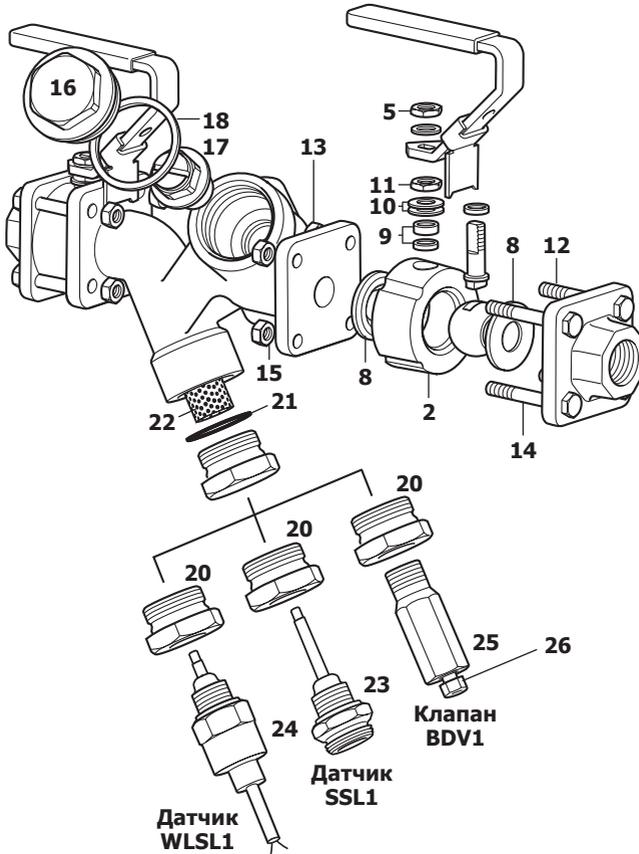

Рис. 3
5.7 Как отремонтировать шаровой кран (рис. 3):